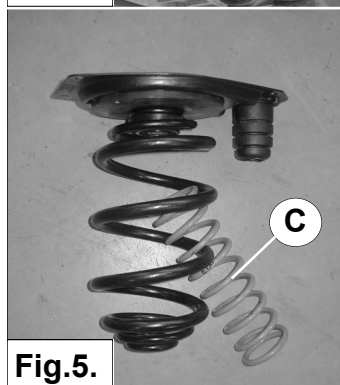

Fig.5.
6. Draai de hulpveer C in de hoofdveer. Zie fig 5 en 6.